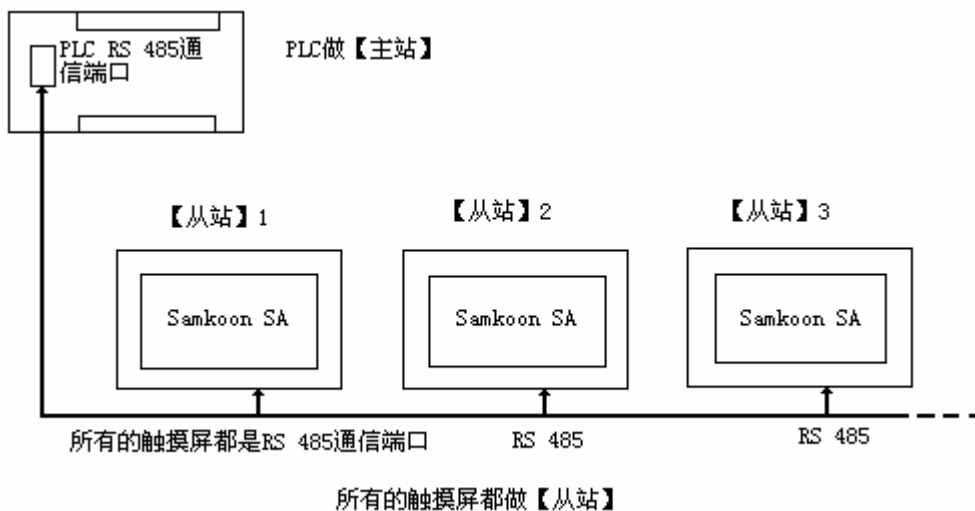

图 9-4 PLC(RS485)做【主站】的“一机多屏”连接示意图
2. 连接 PLC 的通信口为 RS 485，连接方式如下图 9-4 所示：